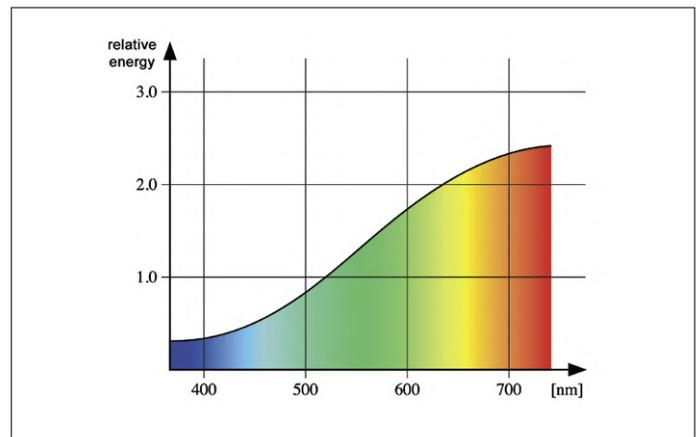

Bild 4. Form des Lichtspektrums von Halogenlampen. Da ist nicht viel Blau (Bild: Jean-Jacques MILAN, GNU CCL 1.2, CCASA 3.0 [5]).
Nach der Veröffentlichung dieses Projekts in der Ausgabe November/Dezember 2019 wurden in zwei Zeichnungen einige Fehler entdeckt. Im Schaltplan (Bild 4) sind die Schließer (NO) und Öffner (NC) der Relais RE1 und RE3 vertauscht. Auch die Beschriftung und Verdrahtung der Klemme K11 war fehlerhaft. Hier ist jetzt der korrigierte Schaltplan abgebildet.
Die Wünsche der Autobastler-Szene wurden von der Industrie schnell erkannt. Seit dem häufigeren Auftreten von Xenon-Licht im Straßenverkehr kann man vermehrt Halogenlampen kaufen, bei denen blaueres Licht versprochen wird. Realisiert wird dies durch schlichte Einfärbung des Glaskörpers mit blauer Farbe. Wenn man **Bild 4** betrachtet, ist klar, dass das nicht nur nicht viel hilft, sondern die Lichtausbeute reduziert. Das Lichtspektrum von Halogenlampen ist eben sehr rotlastig. Die blaue Beschichtung dämpft lediglich das langwelligere Licht, bietet aber kein Mehr an blauem Licht. Das Resultat sieht tatsächlich etwas blauer aus, ist aber nicht heller, sondern dunkler. Wer so etwas kauft, zeigt damit nur, dass er von Physik viel Nichtachtung hat.